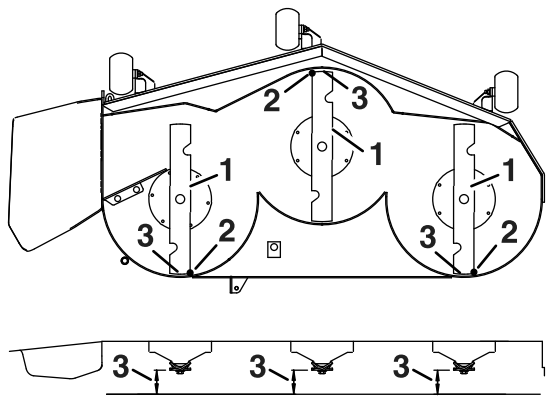

Рисунок 72
4. Осторожно поверните ножи так, чтобы они были расположены в продольном направлении (Рисунок 72).
5. Измерьте расстояние от конца переднего ножа до плоской поверхности и от конца заднего ножа до плоской поверхности (Рисунок 72).